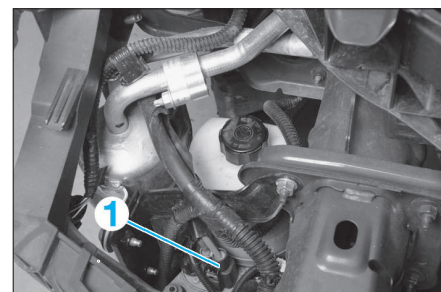

FIG. 11
- les connecteurs (1) de la pompe de direction assistée (Fig.11).